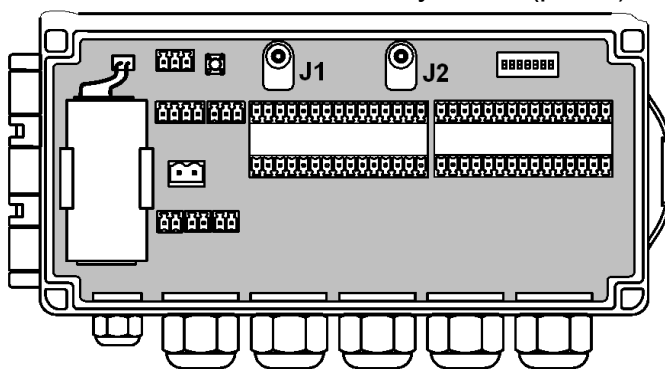

Рис.4. Расположение контактных пар J1 и J2 в отсеке коммутации.
6.1.4. Режим задается комбинацией наличия / отсутствия замыкания с помощью переключателей двух контактных пар J1 и J2, расположенных на плате модуля вычислителя в отсеке коммутации (рис.4).